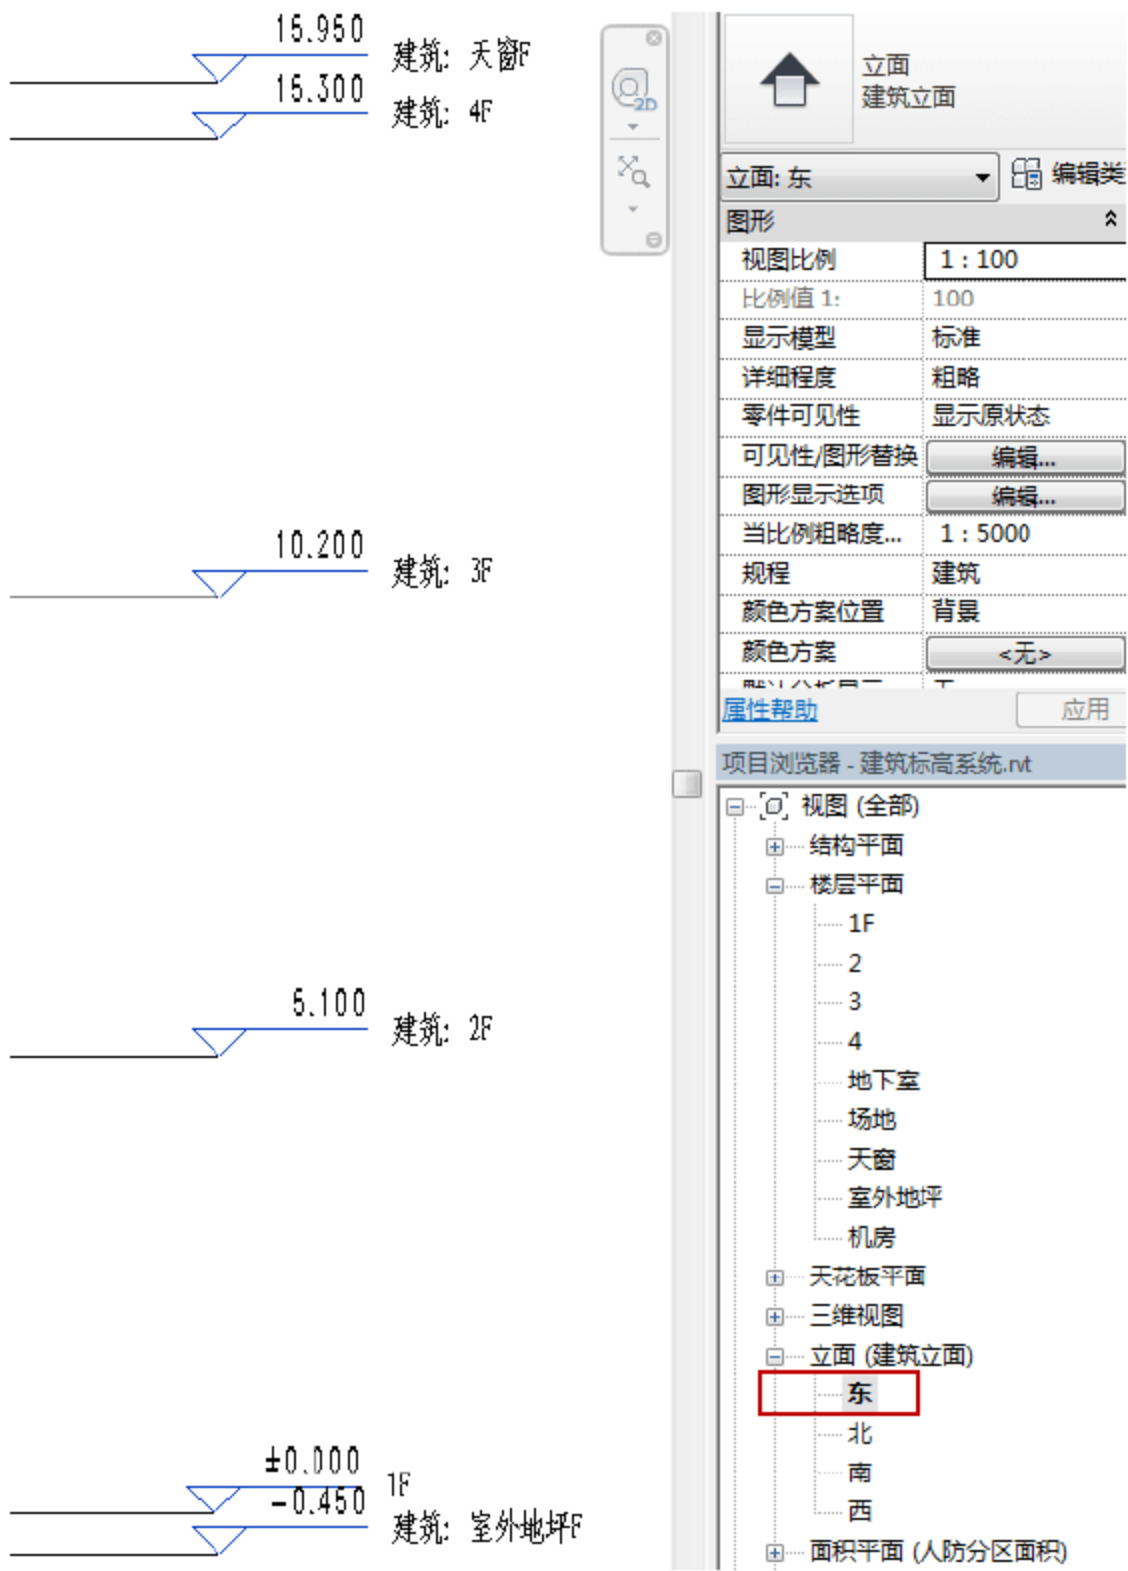

图 1.2.39 查看建筑专业标高
(1) 查看建筑标高系统。在“项目浏览器”面板中选择“立面（建筑立面）”→“东”选项，观看整个建筑专业的标高，如图 1.2.39 所示。